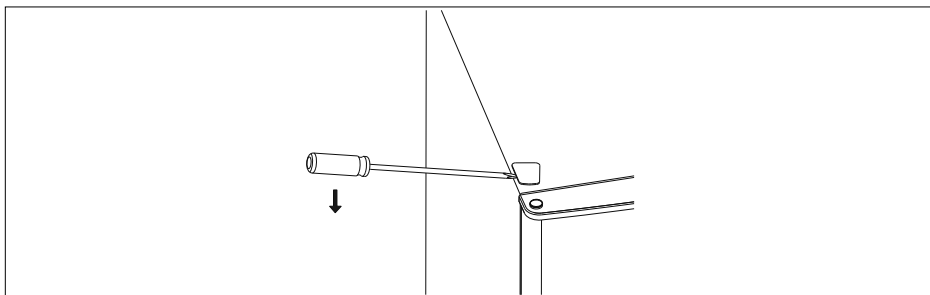

Fig. 4
- ▶ Rimuovere il coperchio dei fori per le viti sul lato sinistro, ad esempio con l'aiuto di un cacciavite a taglio (vedere la **fig. 4**).